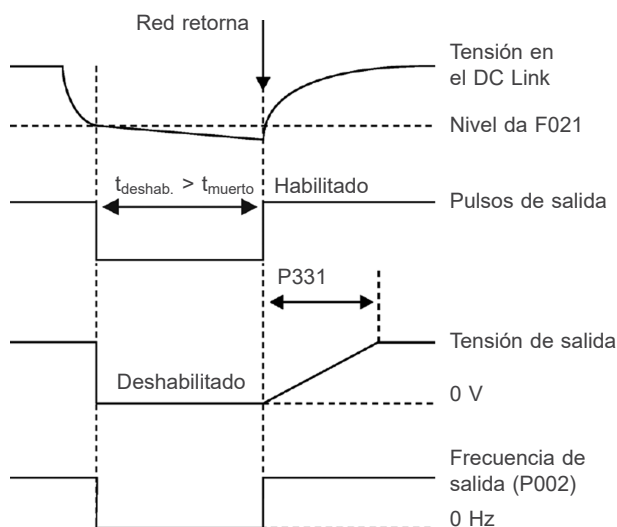

Figura 8.7: Actuación de la función Ride Through
- **Función Ride-Through (RT):** La función Ride-Through deshabilitará los pulsos de salida (IGBT) el convertidor así que la tensión de alimentación alcance un valor por debajo del valor de subtensión. No ocurre falla debido a la subtensión (F021), la tensión en el Link DC caerá lentamente hasta que la tensión de la red retorne. En caso que la tensión de la red demore mucho para retornar (más de 2 segundos), el convertidor puede indicar F021 (subtensión en el Link DC). Si la tensión de la red retorna antes, el convertidor volverá a habilitar los pulsos, imponiendo la referencia de frecuencia instantáneamente (como en la función Flying Start) y realizará una rampa de tensión con tiempo definido por el parámetro P331. Consulte la Figura 8.7 en la página 8-11.